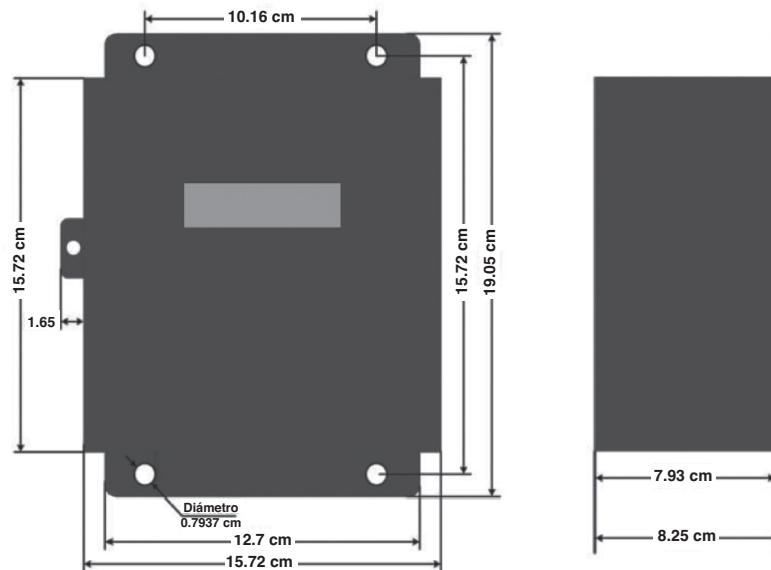

Figura 1: Dimensiones de la Caja de Acero
| Figura 1: Dimensiones de la Caja de Acero | 49 |
1. En la Figura 1 se muestran las cajas de acero JIC grado industrial para instalaciones en interiores.